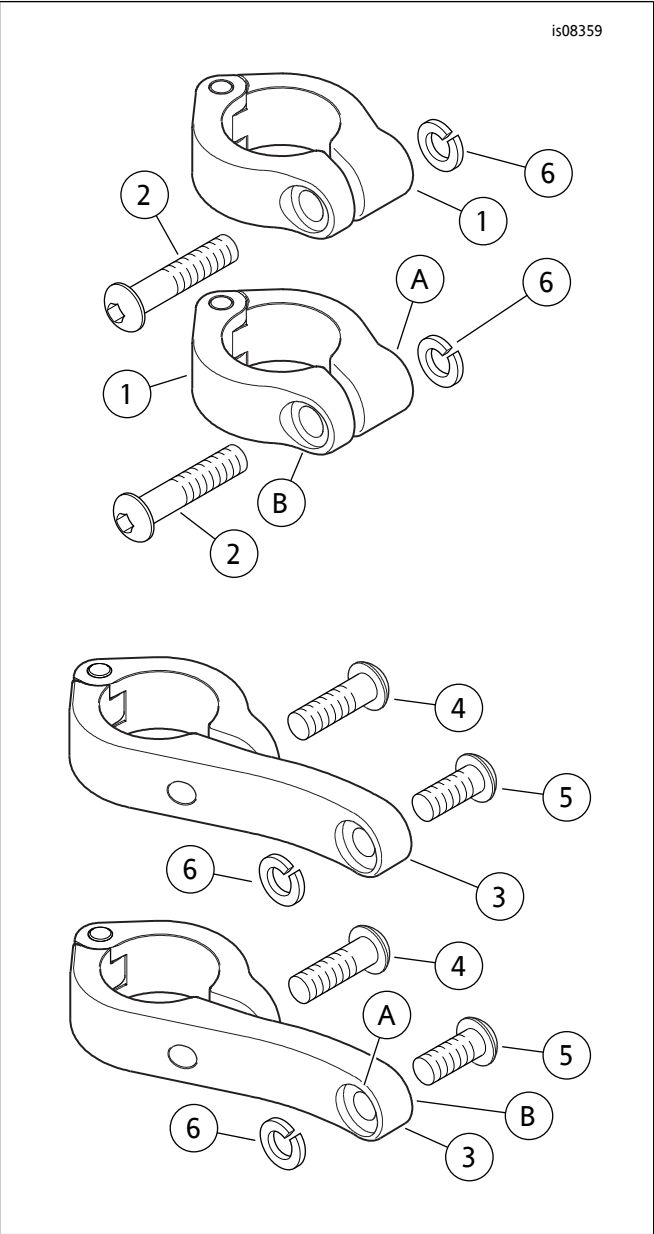

图1。维修零件：LED子弹形防雾灯安装套件
参见图1和表1。
1. 参见图1。从此套件中取出一个发动机护罩夹具(1)、螺丝(2)和锁紧垫圈(6)。
1. 参见图1。从此套件中取出一个发动机护罩夹具(3)和长螺丝(4)。